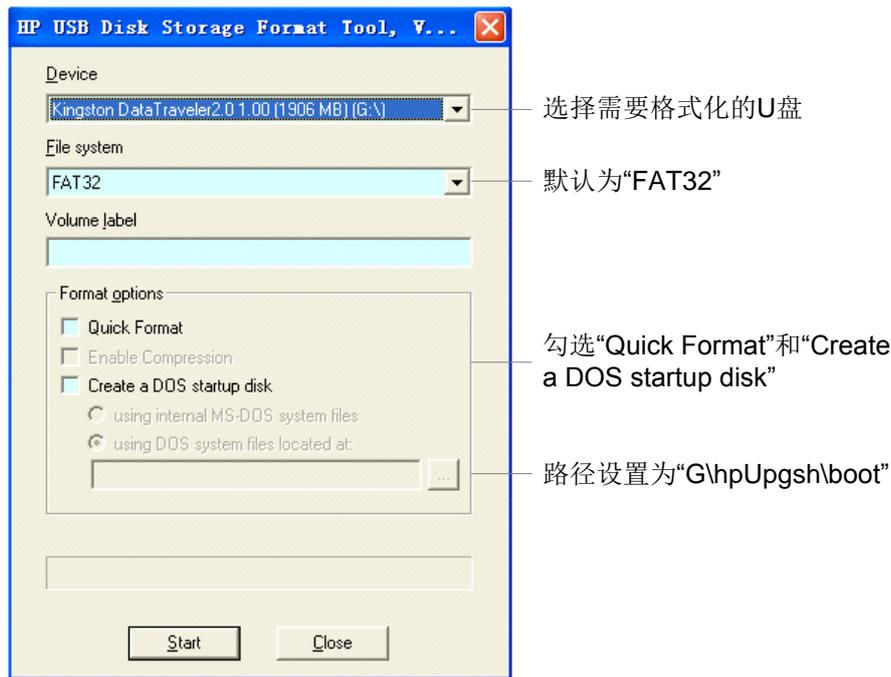

图 6-4 U 盘格式化工具
1. 将准备好的 U 盘插入电脑，在 PC 机的桌面窗口中双击“hpUppgsh”文件夹下的“HPUSBFW.EXE”，出现如图 6-4 所示界面。设置好内容后，点击<Start>开始格式化启动盘，连续两个<确定>之后，启动盘制作成功